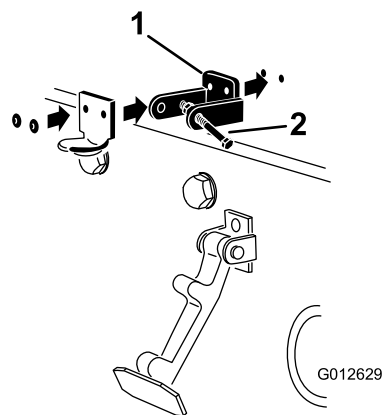

Bild 9
4. Fluchten Sie die Befestigungslöcher aus und positionieren Sie gleichzeitig die Halterung des CE-Riegels und des Motorhaubenriegels auf der Motorhaube (Bild 9).
6. Nieten Sie die Halterungen und Scheiben an die Haube (Bild 9).